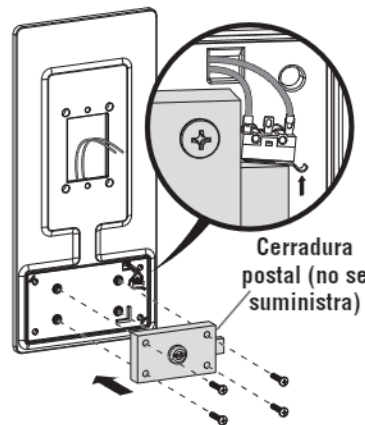

Figura 1
1. Fije la cerradura postal al panel de ajuste mediante los tornillos Phillips #10 y las tuercas hexagonales suministradas. (Vea la Figura 1)
2. Verifique que el interruptor esté presionado en la posición de bloqueo. Ajuste si es necesario. (Vea el recuadro de la Figura 1)
5. Asegúrese de que los cables del interruptor de la cerradura postal pasen por la apertura de salida de los cables. (Vea el recuadro de la Figura 1)